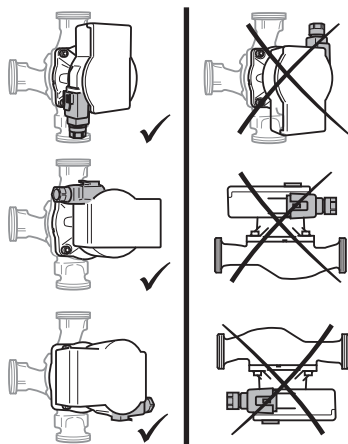

Fig. 2: Beépítési helyzetek
- A telepítés helyét a megengedett beépítési helyzetnek (Fig. 2.) megfelelően válassza meg.
- Vegye figyelembe a szivattyú megengedett telepítési helyzetét (Fig. 2.), szükség esetén fordítsa el a motorfejet (2+6).
- Rögzítse a motorfejet (2+6), és csavarja ki a 4 burkolatrögzítő csavart (5).
- Vegye figyelembe a szivattyú megengedett beépítési helyzetét (Fig. 2) és a szivattyúházon (1) látható áramlási irányt jelző nyilat.
- Húzza meg a 4 burkolatrögzítő csavart (5).